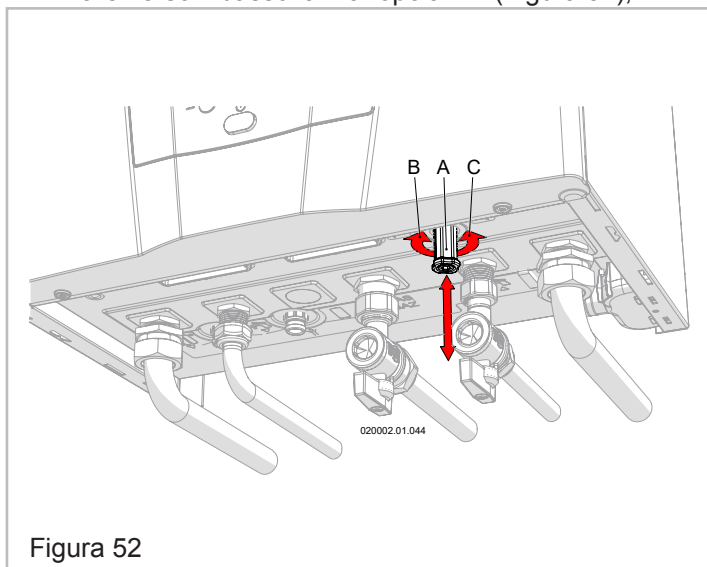

Figura 52
2. - Tirare verso il basso la manopola "A" (Figura 52);
5. - Chiudere il rubinetto di carico "A" (Figura 52) ruotandolo in senso orario;
In taluni modelli di apparecchio la manopola di carico impianto "A" (Figura 52) potrebbe essere assente. Per eseguire il carico dell'impianto agire quindi sul dispositivo previsto dall'installatore a monte dell'apparecchio stesso;
ATTENZIONE!!! Durante il normale funzionamento il rubinetto di carico "A" (Figura 52) deve rimanere sempre in posizione di chiusura. Se col tempo la pressione scende ripristinarne il valore corretto. Nel primo mese di funzionamento può essere necessario ripetere più volte questa operazione per togliere eventuali bolle d'aria presenti nell'impianto.